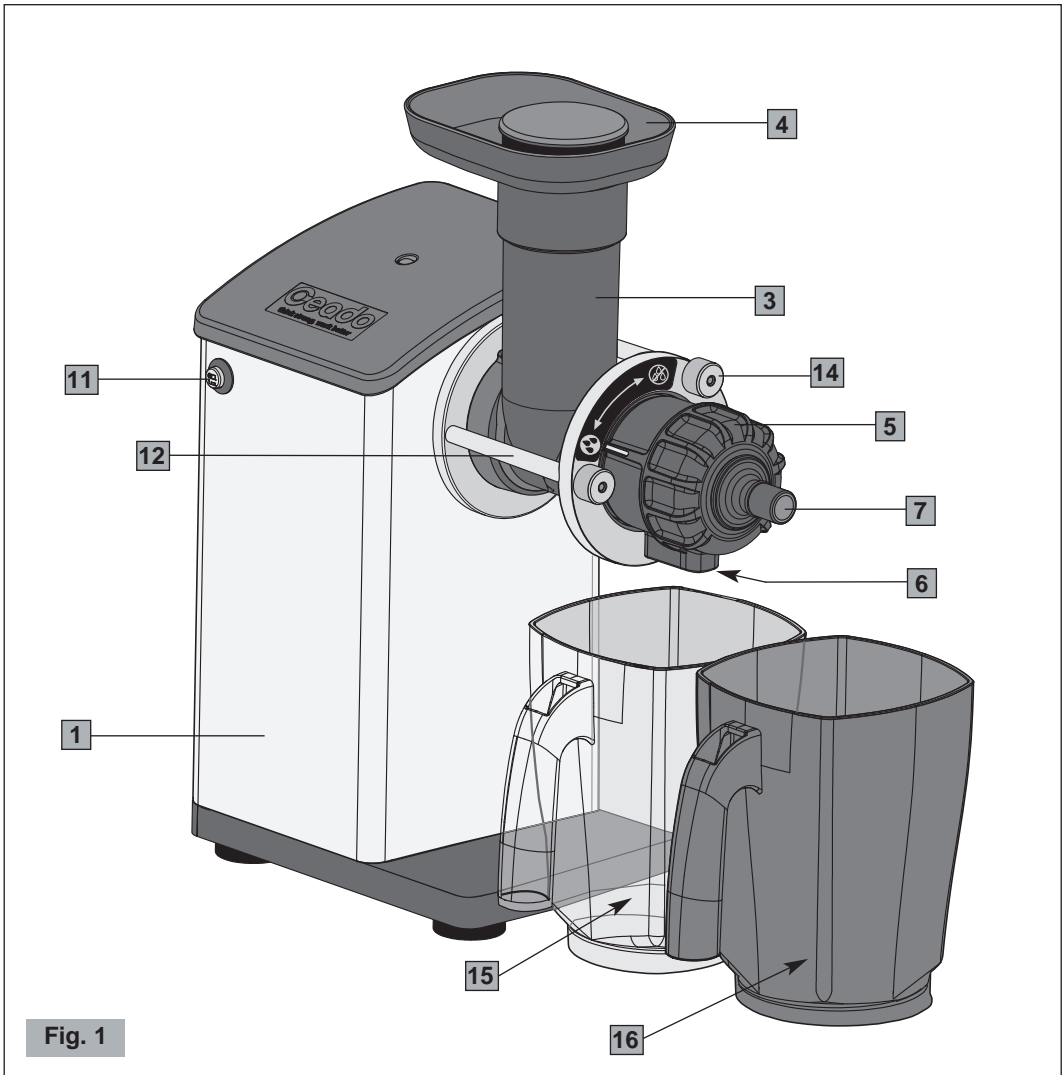
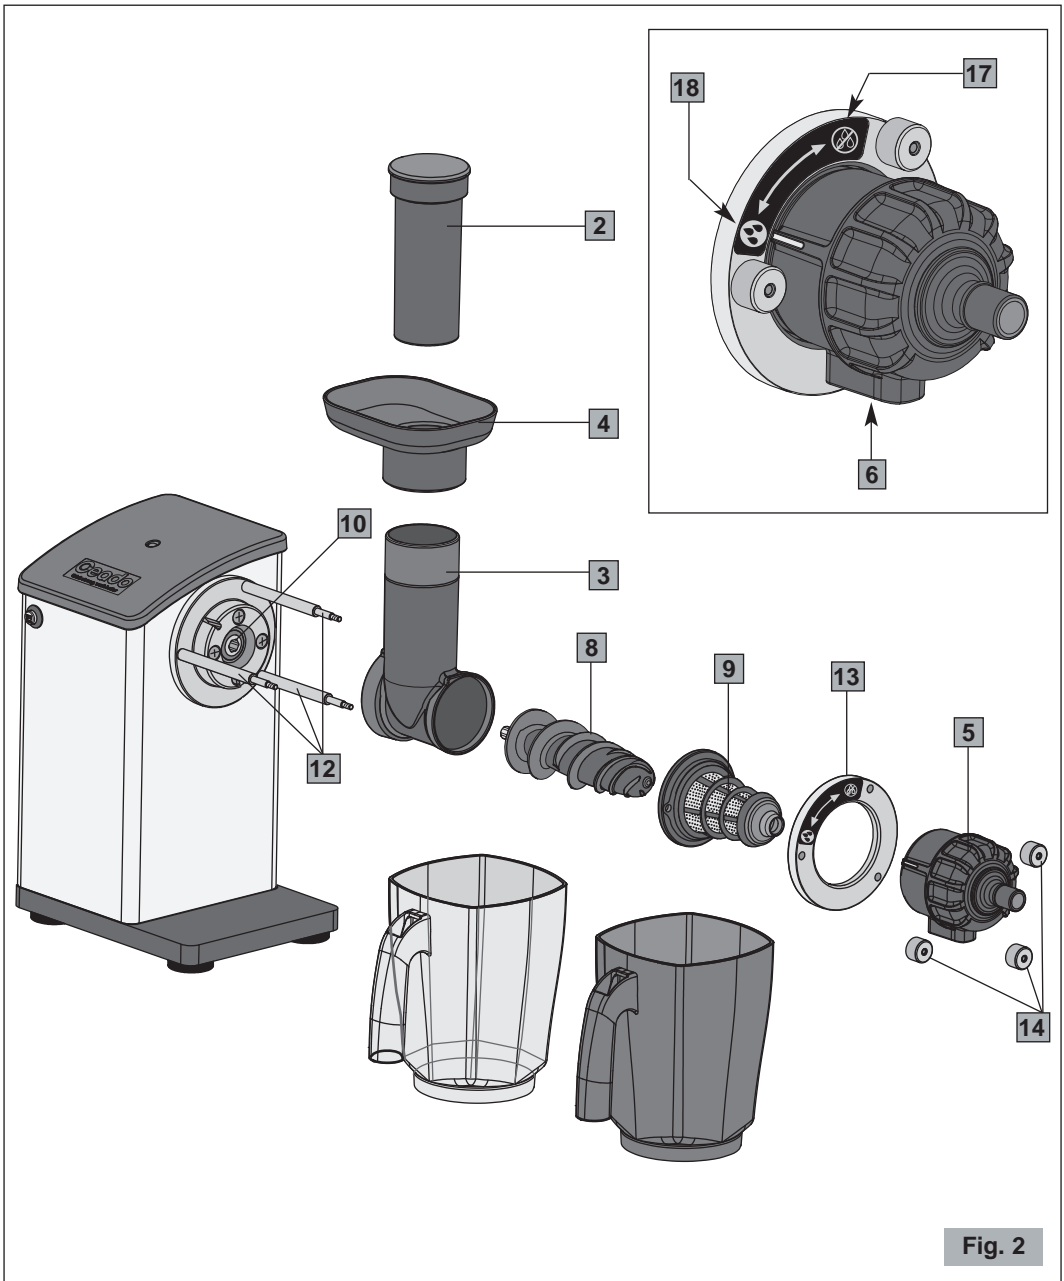

Fig. 1
Fig. 2
Bevor der Stecker in die Steckdose gesteckt wird muss man sich vergewissern, dass sich der ON-OFF-Schalter (11 Abb. 1) auf „O“ (ausgeschaltet) befindet.
- 3** Die Saftbehälter (15, Fig. 1) unter den Saftauslauf und die Fruchtfleischbehälter (16, Abb. 1) unter den Fruchtfleischauslauf stellen.
Während des Gerätebetriebs muss sich die Filterabdeckung (5, Abb. 1) in offener Position befinden (Symbol „Drei Tropfen“). Um ein Tropfen zu verhindern, muss nach Abstellen des Motors die Filterabdeckung so lange um 90° im Uhrzeigersinn gedreht werden (Symbol „Tropfenstopp“).
Componentes principales (Fig. 1 - Fig. 2)
Antes de conectar el enchufe a la toma de corriente, controlar que el interruptor ON-OFF (11 Fig. 1) esté en posición "O" de apagado.
- 3 Colocar el contenedor de zumo (15, Fig. 1) bajo la salida del zumo y el contenedor de pulpa (16, Fig. 1) bajo la descarga de residuos.
Durante el funcionamiento del aparato el cubre filtro (5, Fig. 1) debe estar en posición abierto (símbolo "tres gotas"). Tras haber detenido el motor, para evitar el goteo, cerrar el cubre filtro girándolo de 90° en sentido horario (símbolo "stop gotas").